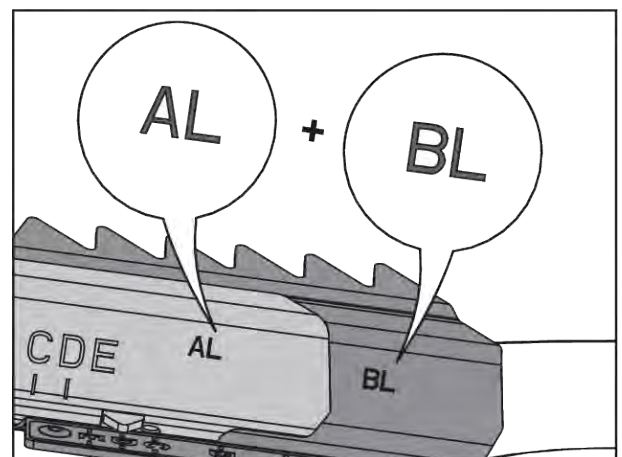

Fig. 77: Combinaison de palette
- Voir Fig. 77 Combinaison de palette